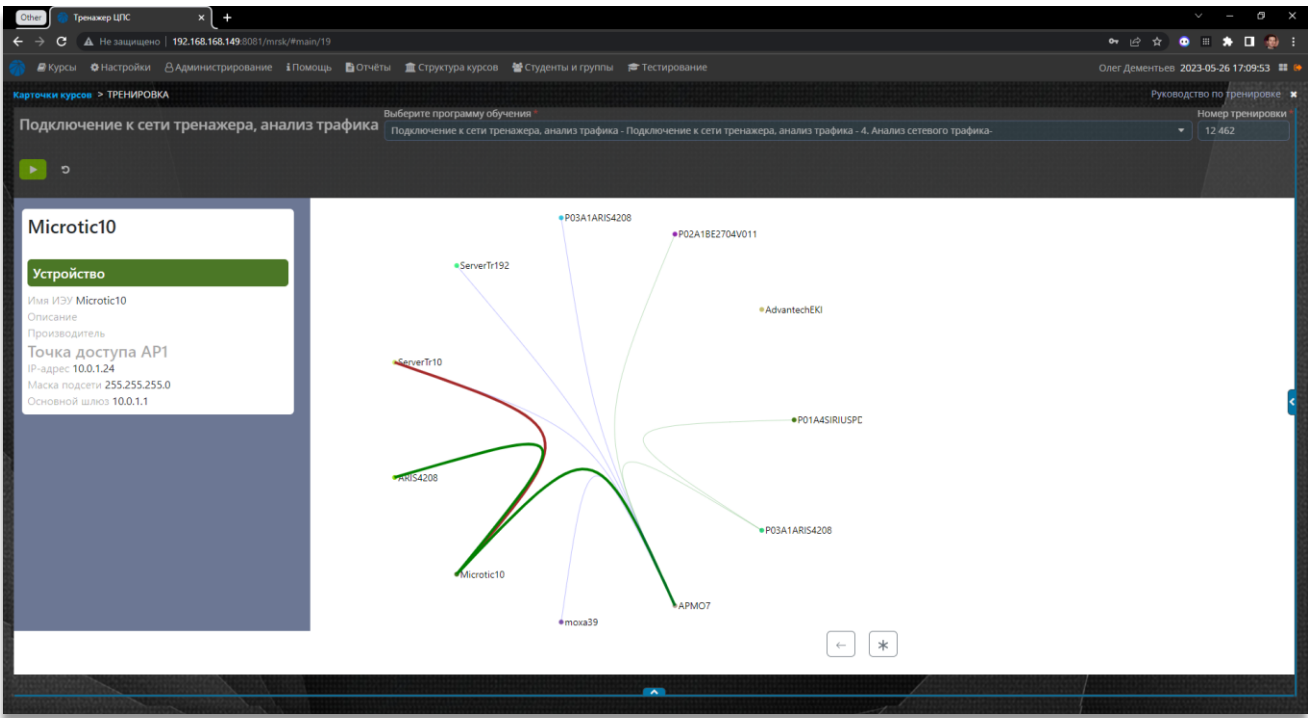

Рисунок 54 – Экранная форма 1 – «Организация локальной вычислительной сети»
- Рисунок 54 – Экранная форма 1 – «Организация локальной вычислительной сети»;